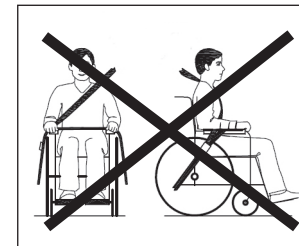

Abbildung 6
- Der Gurt darf nicht an Rollstuhlkomponenten (wie z.B. Armlehnen oder Räder) anliegen, da er dann den Körper des Rollstuhlfahrers nicht mehr vollständig unterstützt (siehe Abbildung 6).